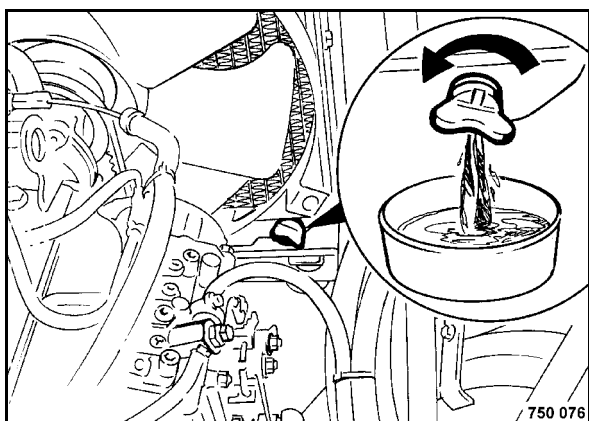

Рис. 128
- Вывинтить на радиаторе сливной кран (Рис. 128).